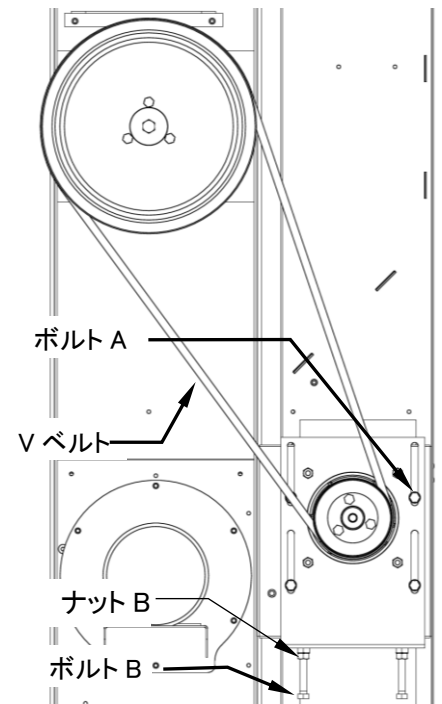

図 9-1
9.3.1 Vベルト(図 9-1)
- ・ 機械後方に回り、V ベルトを外します。(図 9-1)